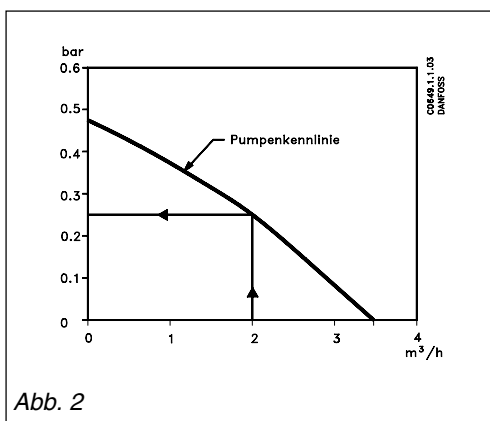

Abb. 2
- Pumpenkennlinie gemäß Abb. 2